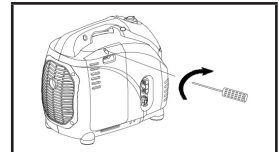

Fig. 28
1. Enlevez le couvercle. Voir la figure 28